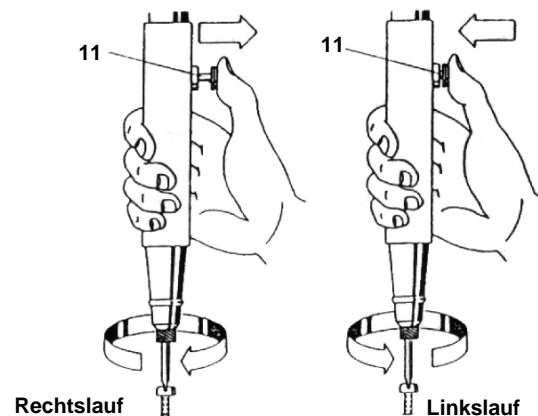

Abb. 6 Drehrichtungssteuerung
Die Drehrichtung des BIAX-Druckluft-Schraubers ist rechts. Die Umsteuerung der Drehrichtung auf Linkslauf erfolgt durch Drücken des Ventilknopfs (11) (siehe Abb. 6).